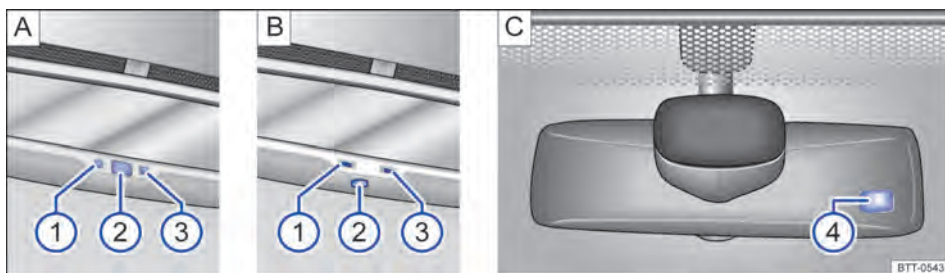

Fig. 100 No para-brisa: espelho retrovisor interno com antiofusco automático.
Legenda para Fig. 100:
- ① Luz de controle.
- ② Interruptor.
- ③ Sensor para reconhecer a incidência de luz de trás.
- ④ Sensor para reconhecer a incidência de luz da frente.
O antiofusco automático pode ser ligado e desligado com o interruptor no espelho retrovisor interno $\Rightarrow$ Fig. 100 A ② ou $\Rightarrow$ Fig. 100 B ②. Com o antiofusco automático ligado, a luz de controle $\Rightarrow$ Fig. 100 A ① ou $\Rightarrow$ Fig. 100 B ① se acende.